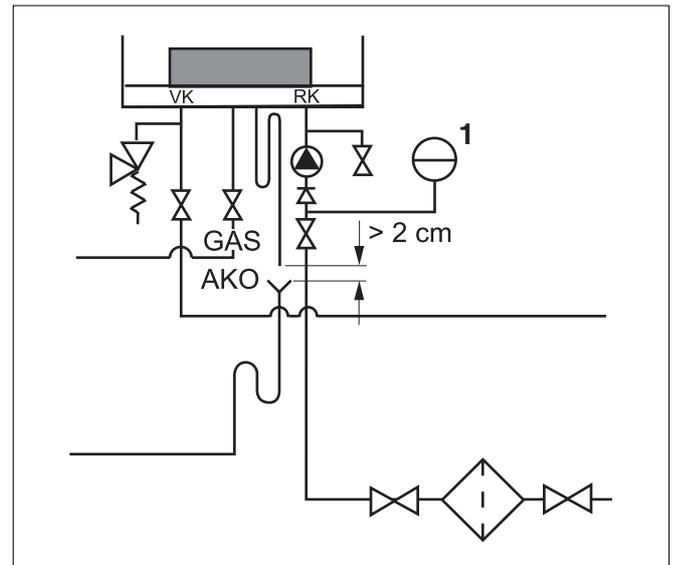

Fig. 21 Vaso d'espansione solamente per installazione di caldaia singola
- Collegare il vaso d'espansione alla caldaia nella linea di ritorno (RK).
- In presenza di un compensatore: collegare il vaso d'espansione sul lato secondario del compensatore nella tubazione del ritorno (fig. 21, **pos. 1**).